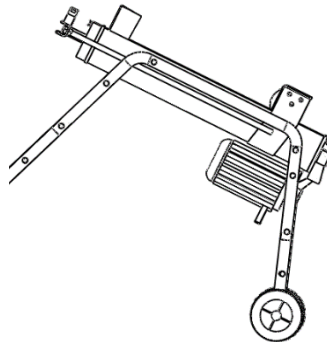

Fig.6
8. Curățați șurubul de scurgere a uleiului înainte de a-l infileta înapoi. Asigurați-vă că acestea sunt strânse pentru a evita scurgerile înainte de a plasa despicătorul de bușteni orizontal (Fig.6).